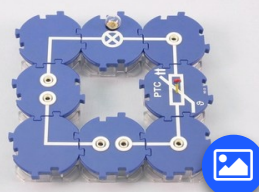
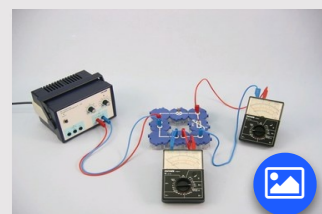

Рис. 3
Рис. 4
- Замість з'єднувального прямого модуля встановіть модуль з патроном з лампою розжарювання 4 V, як показано на рис. 3 і рис. 4 і встановіть діапазон вимірювання на 10 V-.